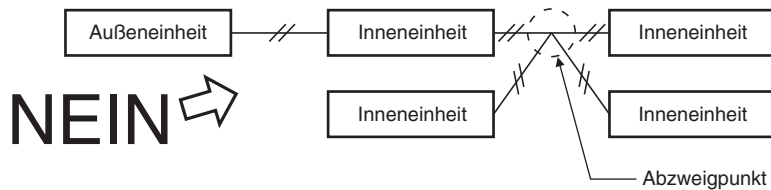

Abb. 4-4
- (3) Einheiten-Steuerverbindungskabel dürfen nicht so angeschlossen werden, dass eine sternförmige Abzweigung gebildet wird. Sternförmige Abzweigungen verursachen eine inkorrekte Adresseneingabe. (Abb. 4-4)